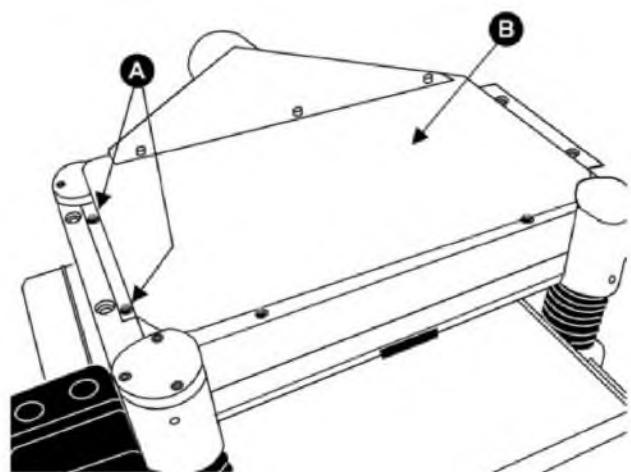

Рис. 20. Для наглядности узлы двигателя сняты.
Настройка ножей (см. рис. 20)
2. Открутите четыре винта (A, Рис.20) с верхней крышки (B, Рис. 20) и три винта со дна вытяжного патрубка. Снимите крышку и вытяжной патрубок.